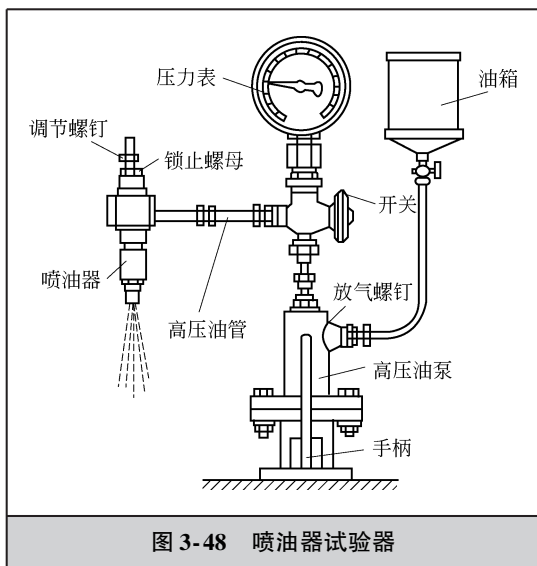

图 3-48 喷油器试验器
(1) 喷油压力的检查调整 将喷油器洗净后，装在喷油器试验器上测试开始喷油压力和喷射质量，如图3-48所示。测试前，应操纵喷油试验器手柄反复作多次压油动作，使喷油器和高压油管内完全充满柴油，然后再缓慢压油（以60次/min为宜），同时观察压力表。当读数开始下降时，即为喷油器开启压力，应符合标准。若不符合标准，应视结构拧动调压螺钉或更换调整垫片加以调整，调整后将锁紧螺母拧紧并再次测试开始喷油压力，直到符合要求。